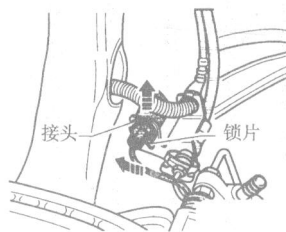

图 2-4 拆卸前轮转速传感器
⑤ 松开支架上的制动摩擦片磨损传感器的接头, 将接头底部的锁片抬起并转动 90°, 将接头底部从支架上脱出, 将车轮转速传感器从车轮罩壳中拉出, 如图 2-4 所示。